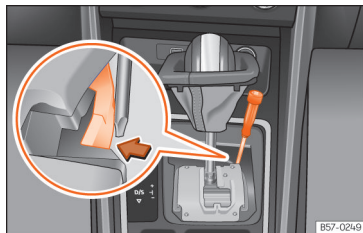

Fig. 101 Maneta selectorului de: deblocare manuală în poziția parcare.
- Utilizând o șurubelniță cu capul plat, țineți apăsată în lateral clema galbenă » **fig. 101.**